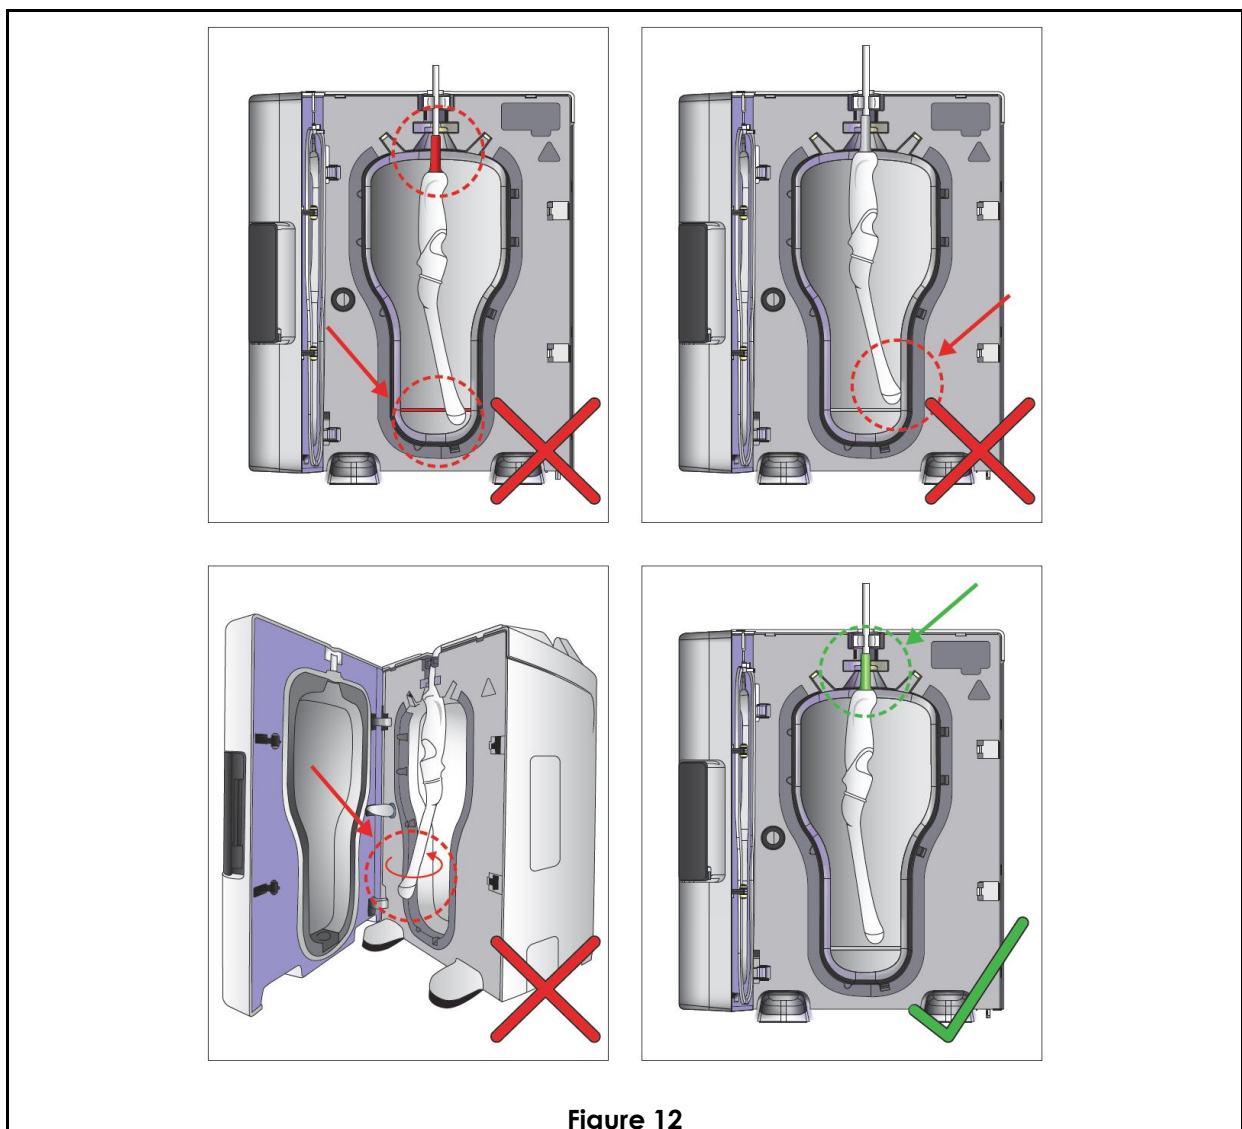

Figure 12
**REMARQUE :** les sondes convexes doivent être correctement insérées dans l'appareil. Référez-vous à la figure 12 pour en savoir plus sur le bon positionnement de la sonde.